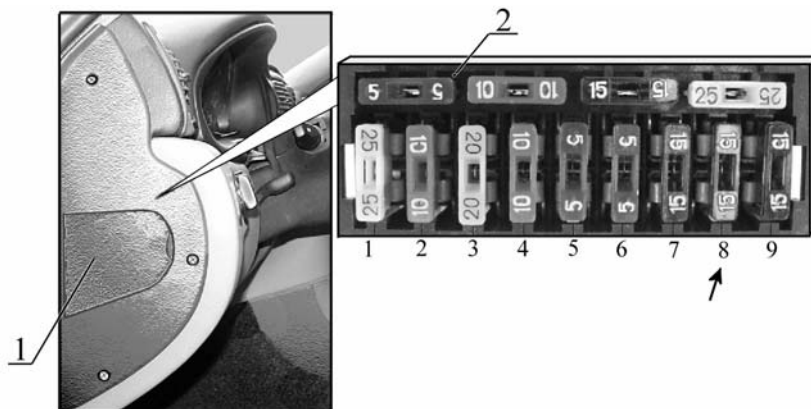

Рис. 2. Замена предохранителя:
5.2.1. Проверить предохранитель 8 (15А) (рис.2) и при необходимости заменить его, сняв заглушку 1 блока предохранителей, расположенного с левой стороны панели приборов.